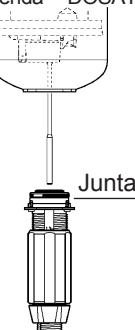

Fig. 7
- 1 - Cuando utiliza productos solubles disueltos, se recomienda desmontar periódicamente la parte dosificación completa, (véase : § LIMPIEZA DE LA VÁLVULA DE ASPIRACIÓN, § CAMBIO DE LAS JUNTAS DE LA PARTE DOSIFICACIÓN). Aclararla con agua abundante y volver a montarla después de haber engrasado la junta con una grasa de silicona (**Fig. 7**).